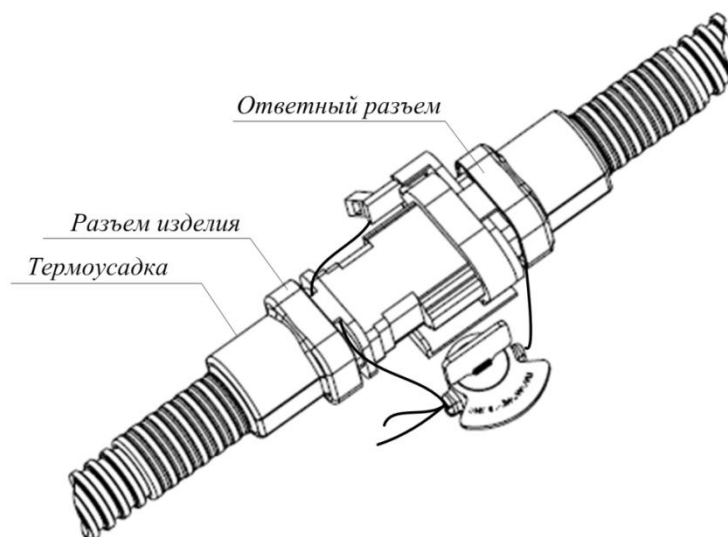

Рисунок 40
Для датчика уровня топлива LLS 20160 установить защитную пломбу на разъем (Рисунок 40). Для датчика уровня топлива LLS 20230 установить защитные пломбы на оба разъема БИС 20240 аналогично установке защитной пломбы для датчика уровня топлива LLS 20160.
- 1) Продеть пломбировочную проволоку через отверстия разъемов изделия и ответного разъема, таким образом, чтобы проволока проходила с разных сторон разъемов (Рисунок 40).